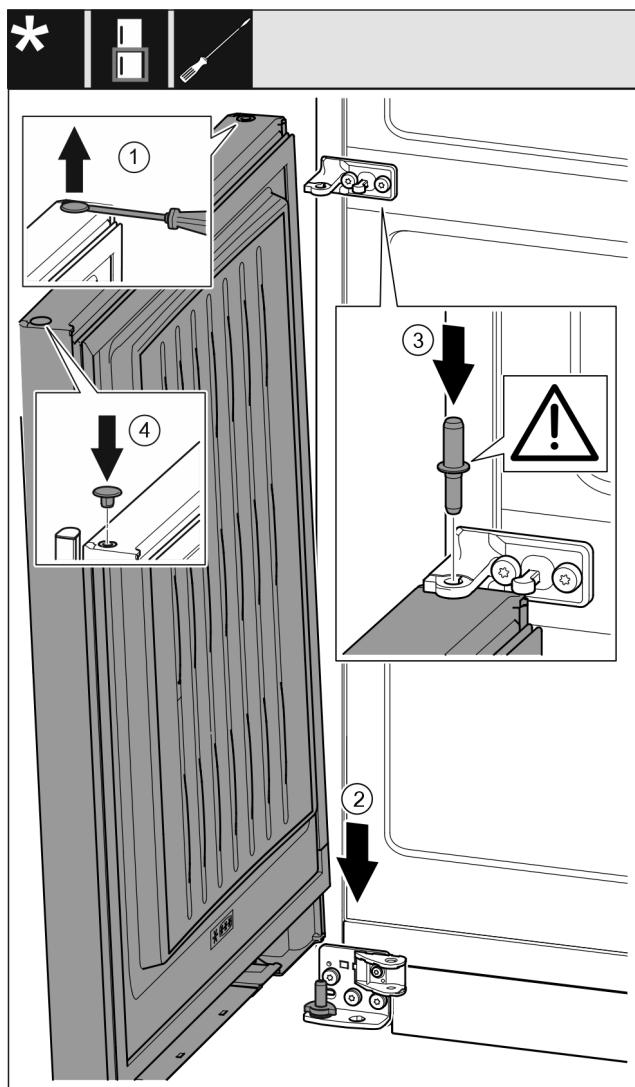

Fig. 41
- За допомогою шліщової викрутки обережно підніміть пробку та витягніть її. Fig. 41 (1)
- Встановіть дверцята зверху на нижній опорний гвинт. Fig. 41 (2)
- Середній опорний гвинт встановіть в нижні дверцята через середній опорний кронштейн. При цьому виступ фіксатора повинен бути спрямований назад. Fig. 41 (3)
- Знову вставте пробку з іншого боку дверцята. Fig. 41 (4)